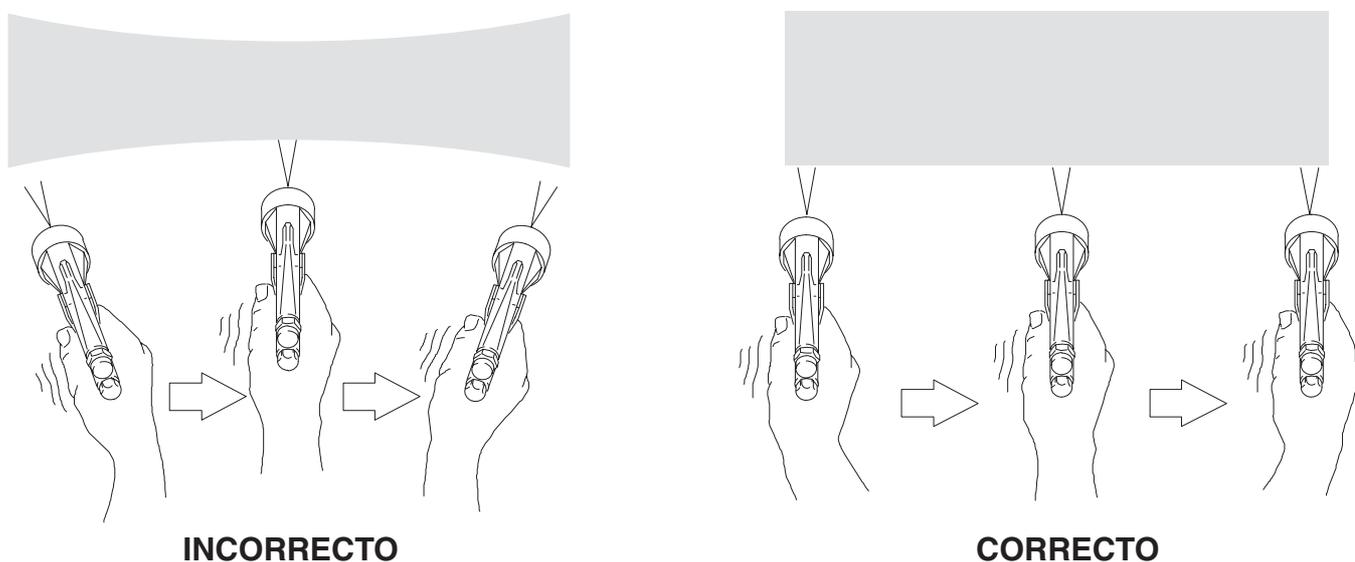

Fig. 7
Sujete siempre la pistola formando un ángulo recto con la superficie. No haga arcos con la pistola u obtendrá un revestimiento desigual. Vea la Fig. 7.
1. Para alcanzar los mejores resultados al aplicar el fluido, mantenga la pistola perpendicular a la superficie y mantenga una distancia constante de aproximadamente 200 a 300 mm respecto al objeto que se esté pulverizando. Vea la Fig. 7.